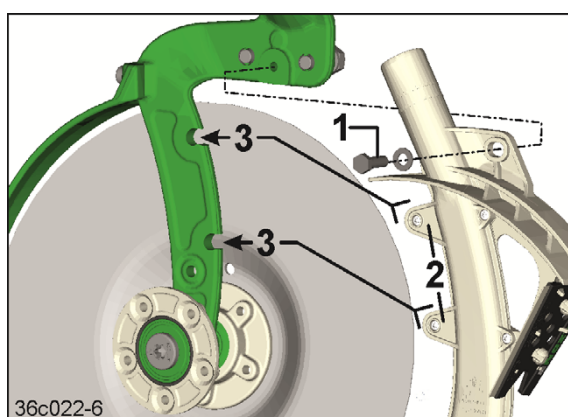

Fig. 265
1. Løsne sekskantskruen (Fig. 265/1).
2. Trekk frøledningen (Fig. 265/2) ut av dreiesikringen (Fig. 265/3).